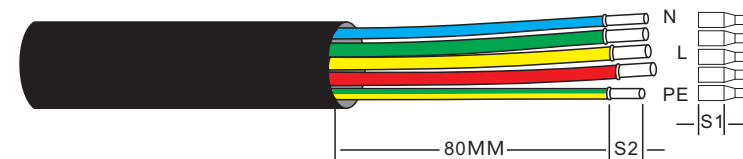

Figura 5.17 Decapagem do cabo CA
1. Descape a extremidade do isolamento do cabo CA em cerca de 80 mm e, em seguida, descape a extremidade de cada fio (conforme mostrado na Figura 5.17).